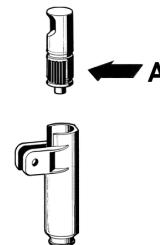

Bild 2
- 2** Den Kolben des Hahns (in Bereich A, gezeigt auf Abbildung 2) ausschließlich mit einem lebensmitteltauglichen Fett schmieren.